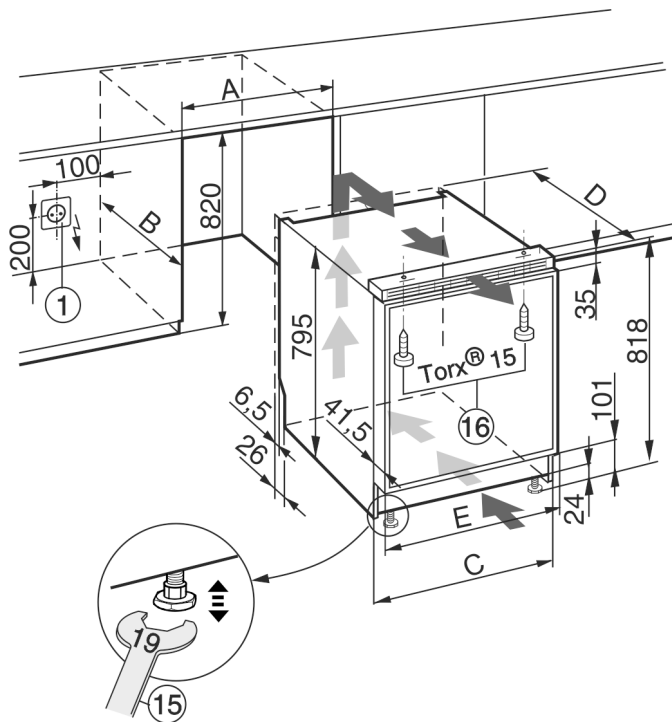

Fig. 12
- Розетка Fig. 12 (1) має бути розташована у легкодоступному місці поряд з пристроєм.
- ▶ Вирівняти пристрій ніжками з допомогою доданого гайкового ключа Fig. 12 (15).
- ▶ Закріпити пристрій доданими гвинтами Fig. 12 (16) зверху до робочої поверхні та/або кухонних меблів.